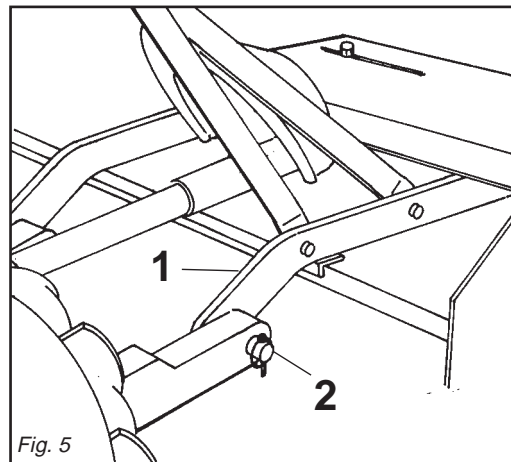

Fig. 5
- 1 - Accostare le parallele del sollevatore all'attacco barre (1 Fig. 5) e inserire le estremità sul perno (2 Fig. 5). Bloccare poi con le copiglie a scatto.
- 1- Position the lifting unit parallels near the bar attachment (1 Fig. 5) and insert the ends into the pin (2 Fig. 5). The lock into place using the clip-type split pins.
- 1- Die Parallelen des Hebers der Stangenkupplung nähern (1 Abb. 5) und die Enden in den Zapfen einsetzen (2 Abb. 5). Dann mit den Einrastsplintern sperren.
- 1- Approcher les parallèles du releveur au raccord des barres (1 Fig. 5) et placer les extrémités sur le goujon (2 Fig. 5). Bloquer ensuite avec les goupilles à encliquetage.
- 1- Acerque las paralelas del elevador a la unión de las barras (1 Fig. 5) e introduzca el extremop en el perno (2 Fig. 5) y bloquéelo con los pasadores.